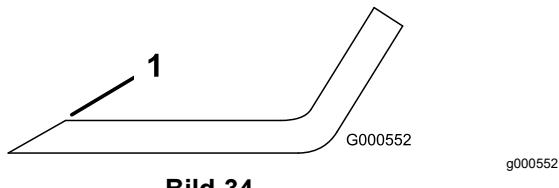

Bild 34
1. Schärfen Sie die Schnittkante an beiden Enden des Schnittmessers mit einer Feile (Bild 34).
Hinweis: Feilen Sie, wenn das Schnittmesser nicht ausgewuchtet ist, vom Flügelbereich des Messers etwas Metall ab (Bild 34).